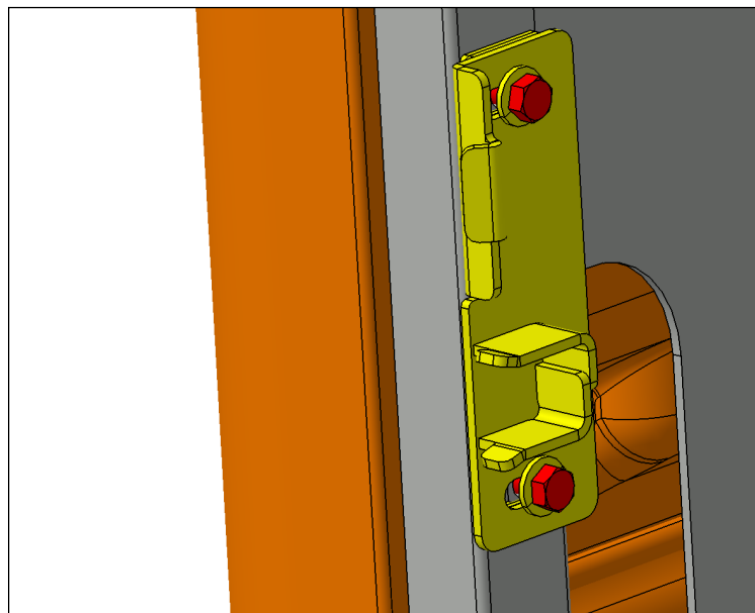

FIGURE 18
17. Procéder à l'ajustement transversal en déplaçant la plaque de butée à l'aide des rainures (trous de montage) (Figure 18).